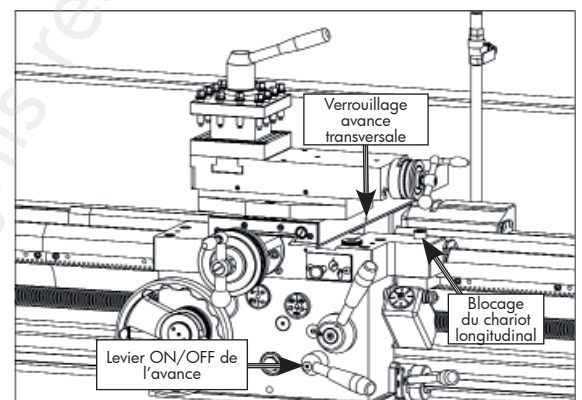

Fig. 48 Blocage du chariot longitudinal
Si le filetage ou l'avance générale du chariot longitudinal est nécessaire, le lardon de blocage du chariot longitudinal (figure 48) doit être débrayé. Si l'avance transversale est utilisée pour le dressage, le lardon de blocage du chariot longitudinal doit être embrayé et la vis de verrouillage du chariot transversal (figure 48) doit être desserrée. Si elle est serrée, desserrez la vis de verrouillage de l'avance transversale avec une clé Allen de 3 mm.
3. Poussez le levier d'avance ON/OFF vers le bas (figure 48) à l'avant du tablier pour enclencher l'avance électrique du chariot longitudinal ou du chariot transversal.